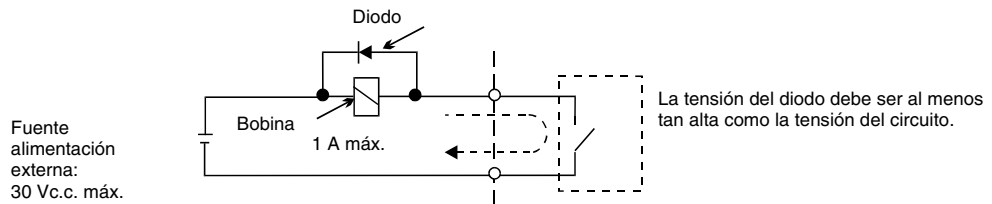

Fig. 6 Conexión del diodo
- \*3. Cuando controle una carga reactiva, como una bobina de relé con alimentación de c.c., inserte siempre un diodo como se indica en la Fig. 6